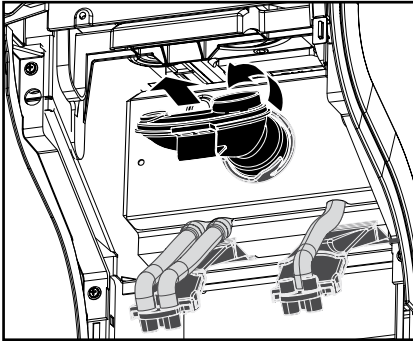

Bild 28
- d. Vrid mix-insatsen moturs för att låsa upp den och ta bort den tillsammans med tätningsringen (bild 28).